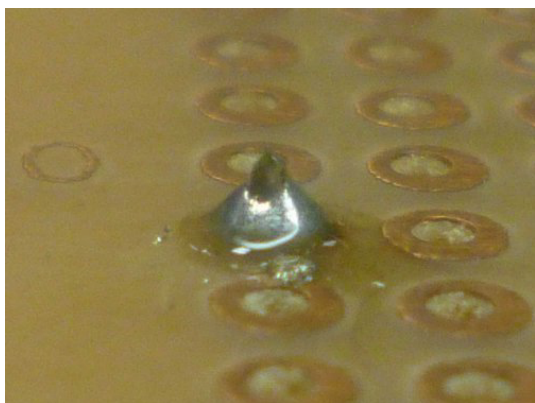
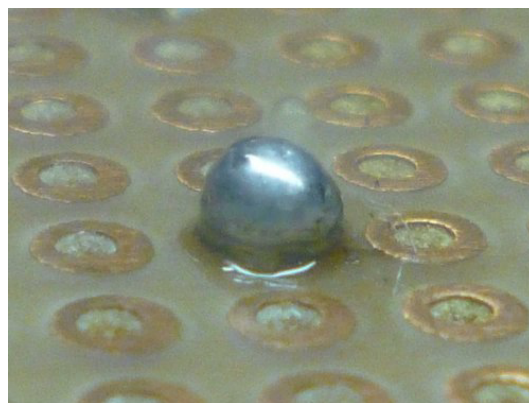

Fig. 4: 良い半田付け
Fig. 5: 悪い半田付け
- 良い半田は，長く裾を引いている富士山型になっており，きれいな光沢，艶がある (Fig. 4)。逆に悪い半田は，団子状になっており，光沢もなく，くすんでいる (Fig. 5)。